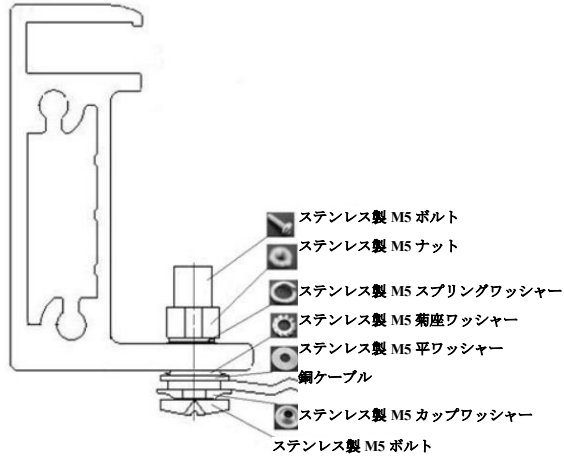

図 17 銅ケーブルによるアルミフレームの接地
具体的な接地方法は、図 17 の通りです。
- ・ M5 ナット 1 個、M5 サークリップ 2 個、M5 フラットワッシャー 1 個、M5 スプリングワッシャー 1 個、M5 ボルト 1 個、銅線を使い、5.5mm 接地穴を經由し陽極酸化処理されたフレームを接地します。ナット、ボルト、ワッシャーはすべて M5 でステンレス製のものとします。図 17 に示すように